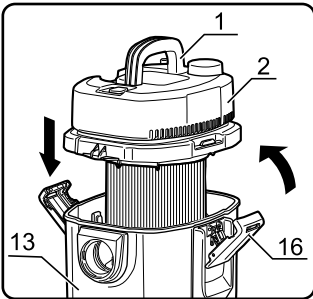

fig.5
- 상단 덮개(2)를 용기(13)에 다시 끼웁니다. (fig.5)
- 상단 덮개를 걸쇠에 정렬하고 걸쇠의 중간지점에 압력을 가하여 제자리에 끼웁니다. (fig. 5)